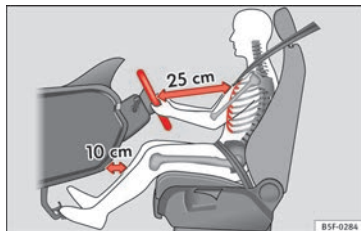

Fig. 84 Distance correcte entre le conducteur et le volant.
- Réglez le volant de sorte que la distance entre celui-ci et votre cage thoracique soit d'au moins 25 cm » **fig. 84.**
- Réglez le siège du conducteur de manière à laisser une distance minimale de 25 cm entre votre cage thoracique et le centre du volant » fig. 84. Si la distance est inférieure à 25 cm, le système d'airbags ne peut pas vous protéger correctement.